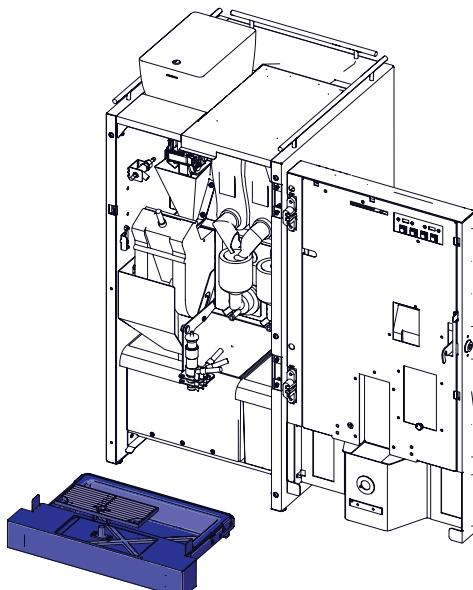

Рисунок 11.3
**11.2.1.4 Поддон для капель и решётка поддона (см.рис.11.3)**